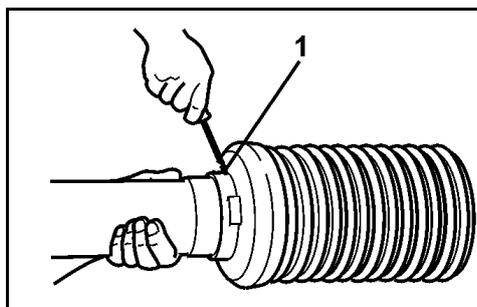

Fig. 52
6. Desserrez le graisseur (Fig. 52/1) et introduisez l'arbre à cardan (Fig. 52/2).
7. Fixez la mâchoire d'accouplement (Fig. 52/3) avec la vis à cisaillement (Fig. 52/4).
8. Resserrez le graisseur (Fig. 52/1).